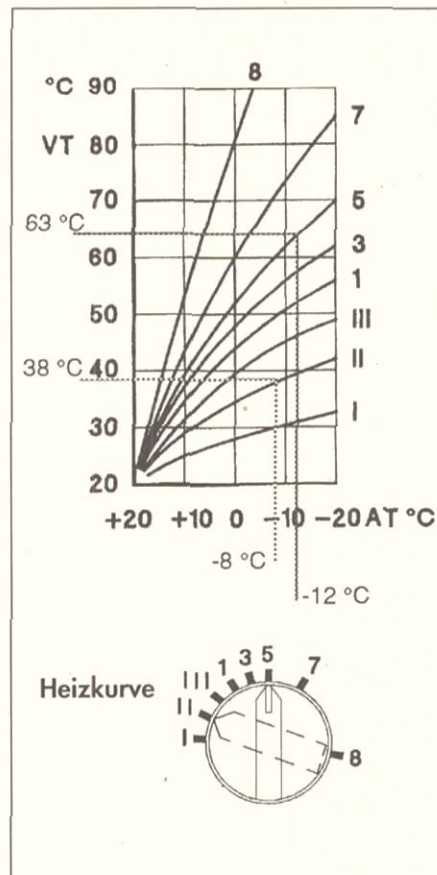

Abb. 5.7 Heizkurvendiagramm
In der Abb. 5.7 wird der Zusammenhang zwischen Außen- und Heizungsvorlauftemperatur dargestellt. Die Heizungsvorlauftemperatur wiederum bestimmt die Raumtemperatur.
- Grundeinstellung auf Ziffer 5 bei Radiatoren/Konvektoren (Im Beispiel Abb. 5.7 bei 63 °C Vorlauf- und Außentemperatur – 12 °C)
- Grundeinstellung auf Ziffer II bei Fußbodenheizung (Im Beispiel Abb. 5.7 bei 38 °C Vorlauf- und Außentemperatur – 8 °C)